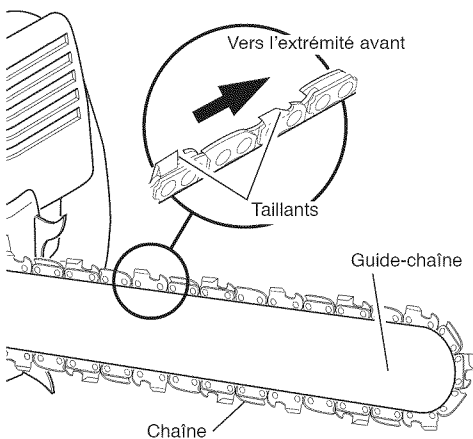

Figure 22 - Orientation appropriée de la chaîne
3. Faire passer la chaîne autour du pignon, dans la rainure supérieure du guide-chaîne, puis autour de l'extrémité de ce dernier (voir la Figure 22).
*Note* : S'assurer que les taillants de la chaîne sont orientés dans la direction appropriée. Placer la chaîne de sorte que les taillants sur le dessus du guide-chaîne pointent en direction de l'extrémité avant du guide-chaîne (voir la Figure 22 ainsi que l'indicateur sur le couvercle latéral de la tronçonneuse).